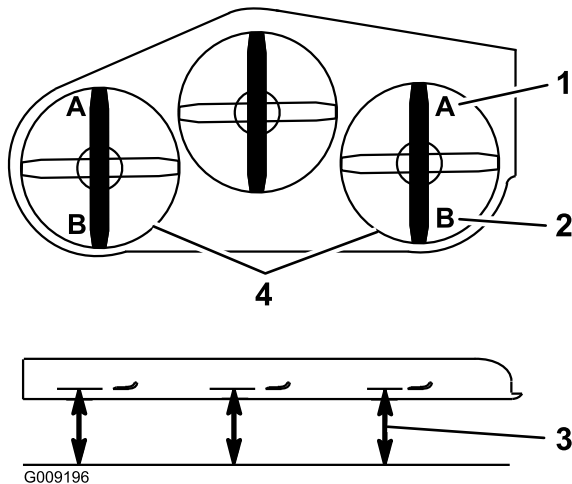

Figura 124
9. En ambos lados de la carcasa, mida desde la superficie nivelada hasta la punta delantera de la cuchilla (Posición A), según se muestra en Figura 124.
15. En ambos lados de la carcasa, mida desde la superficie nivelada hasta la punta trasera de la cuchilla (Posición B), según se muestra en Figura 124.